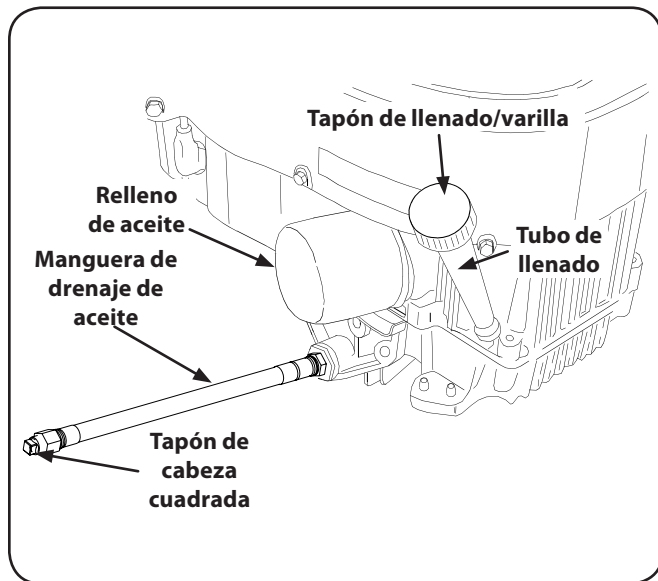

Figura 6-1
2. Localice la válvula de drenaje de aceite en el lado derecho del motor. Vea la Figura 6-1.
4. Mientras sujeta el extremo libre de la manguera de drenaje de aceite en el depósito de recogida de aceite, desenrosque el tapón de la manguera de cabeza cuadrada en el extremo de la manguera. Vea la Figura 6-1. Escorrir el aceite de motor en el contenedor de recogida.